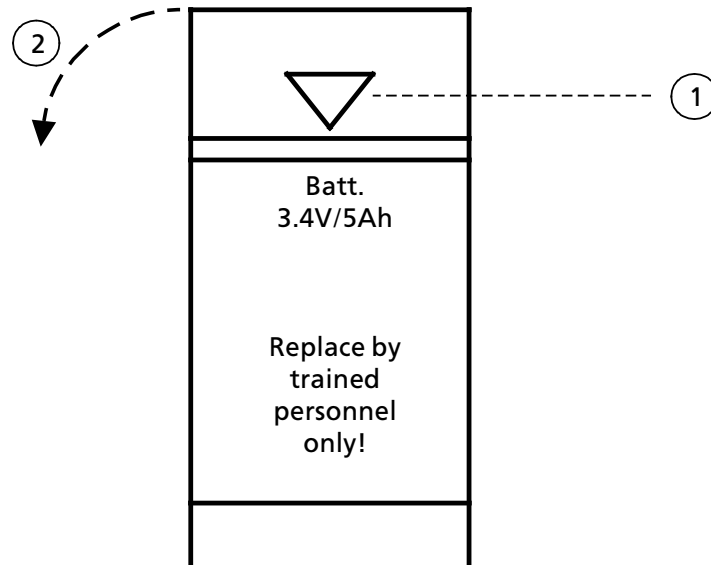

Bild B.1 Öffnen des Batteriefaches
1. Tür zum Batteriefach öffnen (→ Bild B.1)
- ① Drücken Sie den Schieber nach unten und
- ② klappen Sie die Türe des Batteriefaches nach vorne.